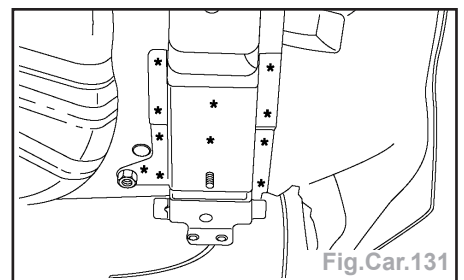

Fig.Car.131
- Découper par fraisage des points (Fig. Car.131).